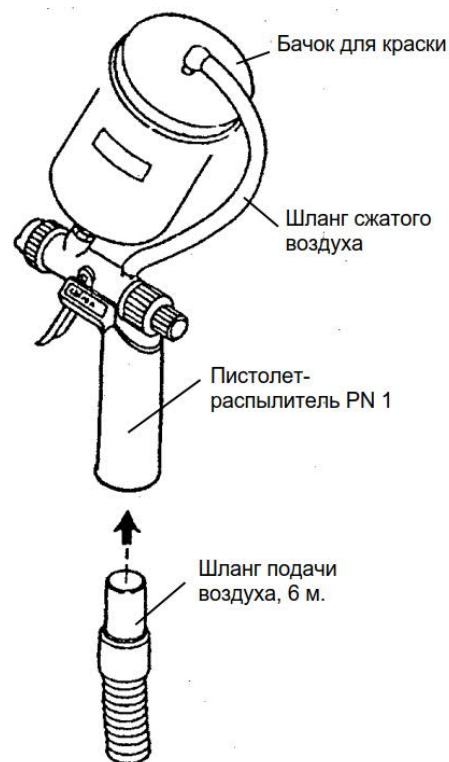

Рисунок 1
- Вставьте шланг подачи воздуха от нагнетателя низкого давления **ABAC** в термоизоляционную рукоятку пистолета-распылителя (см. рис.1).